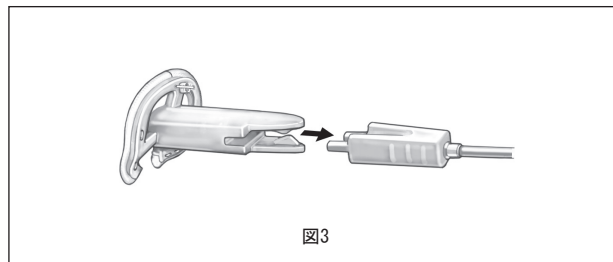

図3
弊社のカーペンターエドワーズフィジオ三尖弁用リングはホルダーと人工弁輪用ハンドル1150、1151を用いて植え込むことができます（図3）。
1. ハンドルを用いる際は、ホルダーの接触部分にはめ込むことによりワンステップ操作で取り付けます（図3）。